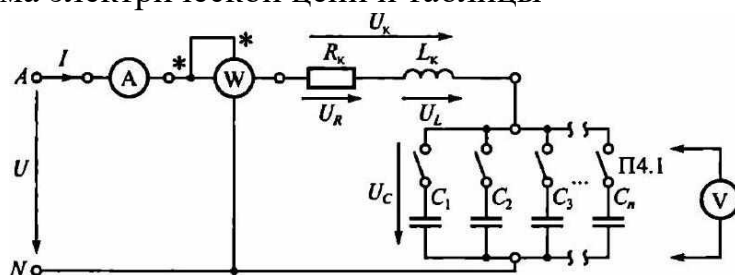

Рис. 5.1. Схема ЭЦ для изучения резонанса напряжений
Схема ЭЦ с включенными в нее измерительными приборами приведена на рис. 5.1. В качестве измерительных приборов в работе используются:
3.3. Собрать ЭЦ в соответствии с рис. 5.1. С помощью переключателя пределов установить наибольшую номинальную величину измерительных приборов. Все конденсаторы должны быть отключены (кнопки отжаты).
5.2. В ЭЦ, приведенной на рис. 5.1, $U = 20 \text{ В}$, емкость C изменяется от до 50 мкФ, параметры катушки индуктивности R_k и L_k для разных вариантов приведены в табл. 5.4.